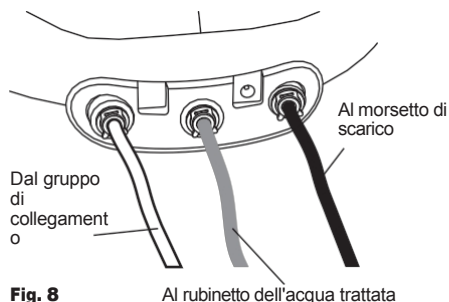

Fig. 8
- Collegare i tubi di ingresso secondo lo schema riportato nella Fig. 8.